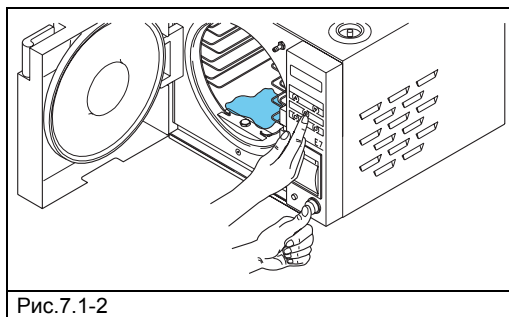

Рис.7.1-2
N.B.: нажмите кнопки CHARGE и POWER вместе (Рис. 7.1-2) при открытой двери, чтобы заработал насос, качающий воду. Эта функция служит для того, чтобы проверить работу насоса, убедившись, что вода поступает в стерилизационную камеру.